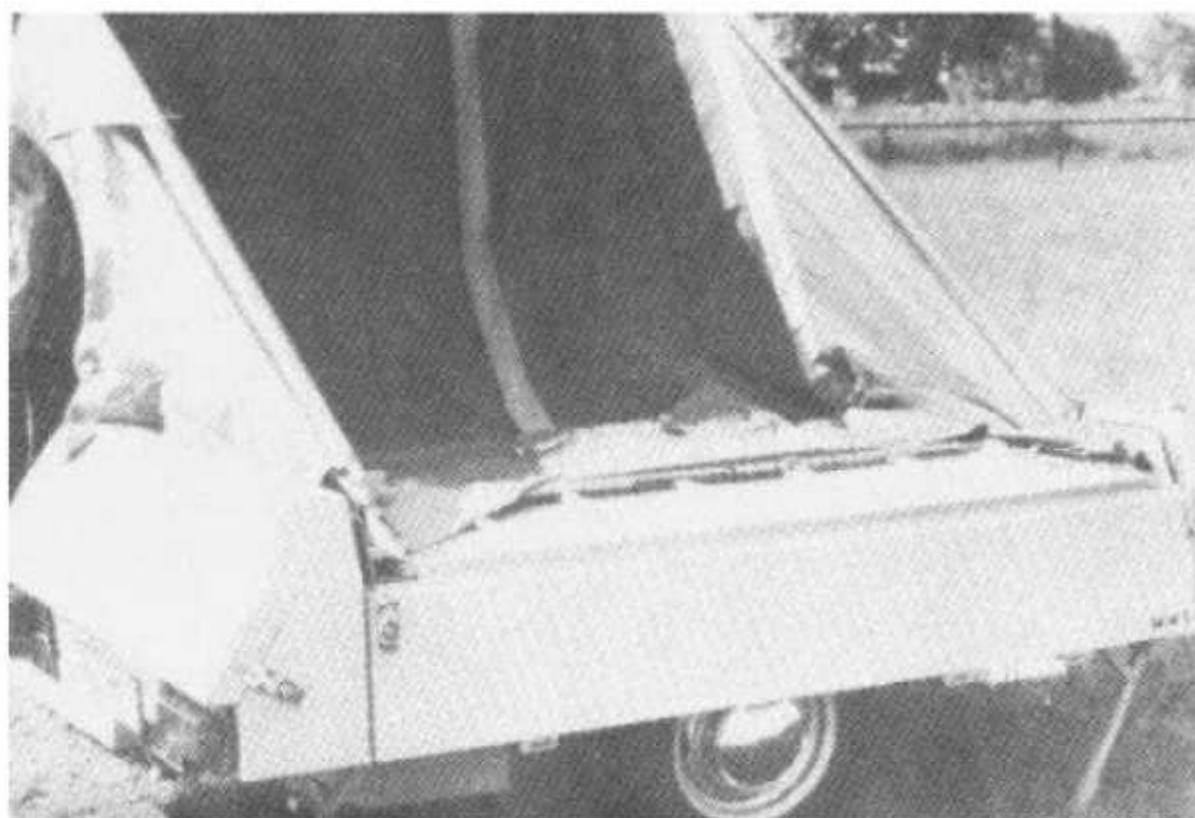
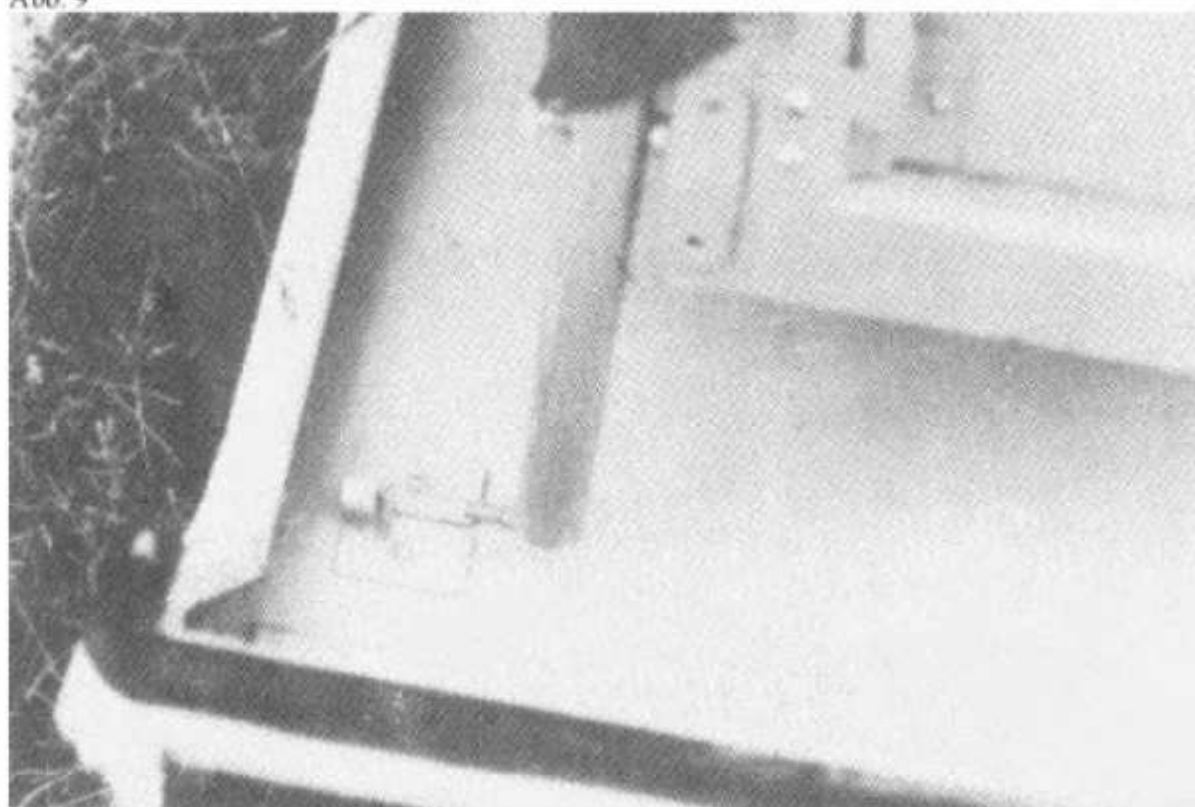

Abb. 9
Abb. 10
4.5 Nun können Sie mit dem Aufbau des Zeltes beginnen. Der obenaufliegende Zeltpriegel mit Platte wird entsprechend Abbildung 7 angehoben. Dieser Vorgang muss, um Zeltbeschädigungen zu vermeiden, vorsichtig ausgeführt werden (Abb. 8). Gleichzeitig stellt sich dabei der Mittelsriegel mit auf (Abb. 9). Zeltpriegel mit Platte wird entsprechend Abbildung 10 in die beiden im Deckel befestigten Rasten eingehakt und aufgerichtet.